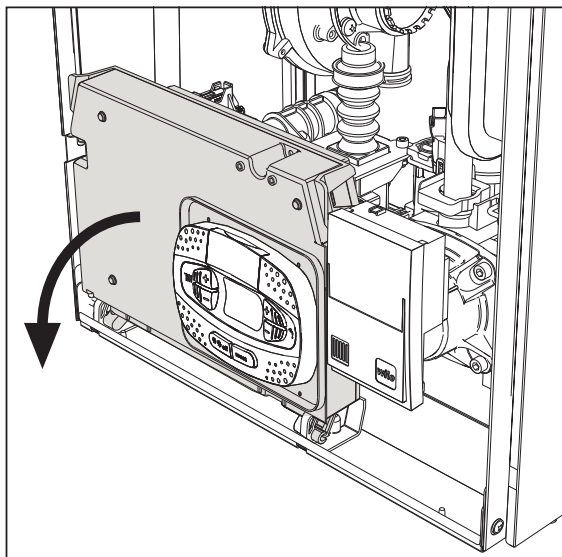
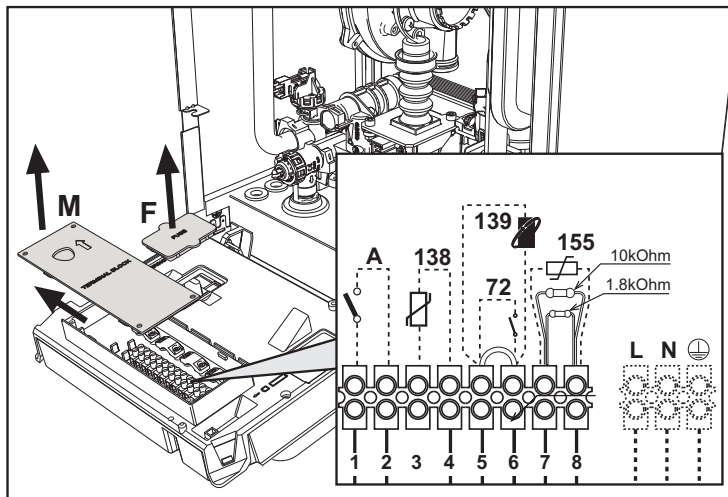

рис. 20
рис. 21
После снятия передней панели (*** 'Открытие передней панели' on page 33 ***) можно получить доступ к клеммной колодке (M) и предохранителю (F), действуя согласно нижеприведенным указаниям (рис. 20 и рис. 21). Клеммы, указанные на рис. 21, должны иметь чистые контакты (не 230В). Расположение зажимов и их назначение показаны также на электрической схеме на рис. 57.